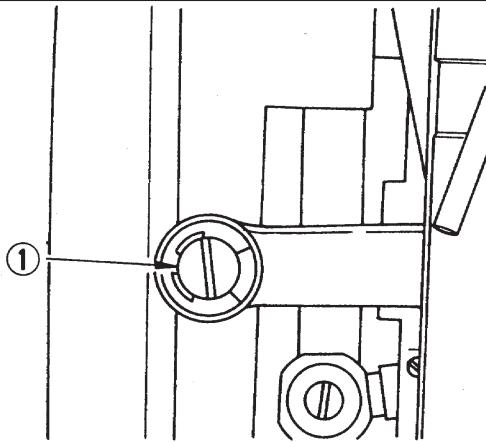

図38
ムカバーをかぶせます。この振分けは工場できちんと調整してあります。次に0点で針落ちが針板の轟の中心にこないとき、針落ちを正しく合わせるのは面板を外して偏心軸止ネジをゆるめ、偏心軸（図38 ①）をドライバーでわずか廻しながら針落ちを見て正しい位置に合わせてください。